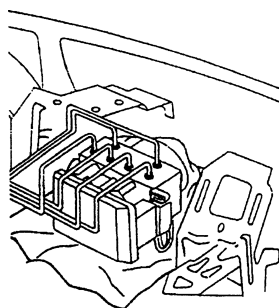

图 1-19 在 ABS 控制器下垫一块布
- (4) 在 ABS 控制器下垫一块布，用来吸干从开口处流出的制动液，如图 1-19 所示。